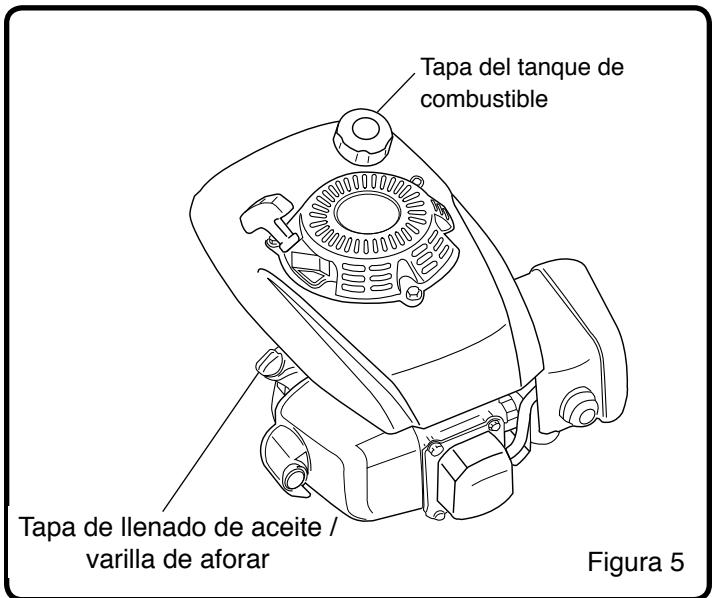

Figura 5
2. Retirar la tapa de llenado de aceite / varilla de aforar y enjugarla con un paño. Consultar la figura 5 para determinar la ubicación de la varilla de aforar.
1. Limpiar la superficie alrededor de la tapa de combustible para evitar contaminación. (Véase la figura 5)
3. Empujar el bulbo del cebador tres veces; esperar dos segundos entre cada empuje. (Véase la figura 5)